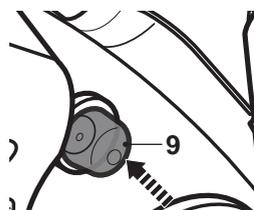

Fig. 16
- > Poussez complètement l'amorce [9] 6 à 10 fois. L'essence doit remplir la moitié de la poire d'amorçage (Fig. 16).